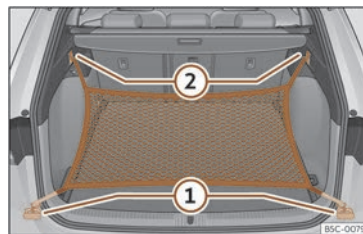

Fig. 127 Al maleter: argolles ① i ganxos ② per enganxar la bossa de xarxa.
- Fixeu els ganxos curts de la xarxa a les anelles d'amarratge»» fig. 127 ① »» ⚠. La cremallera de la bossa ha de quedar cap amunt.
- Fixeu les cintes als ganxos per penjar bosses ②.